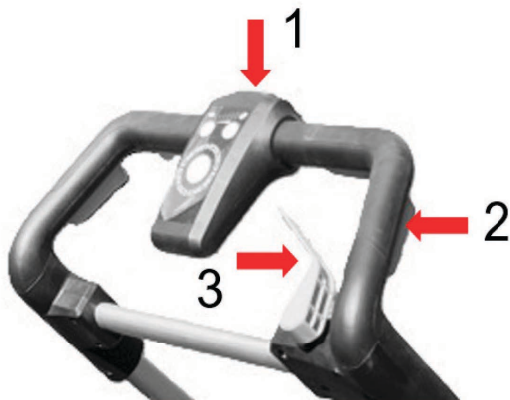

Рис. 17
1. Нажмите и удерживайте кнопку разблокировки клавиш пуска/остановки (Поз 1, Рис.17).
2. Удерживая кнопку разблокировки, нажмите на одну из четырёх клавиш пуска/остановки (Поз.2. Рис. 17). Нож газонокосилки начнёт вращение. После запуска, кнопку разблокировки (Поз 1, Рис.17) можно отпустить, и продолжать работу, удерживая только клавишу пуска/остановки (Поз.2. Рис. 17).
3. Для включения привода колёс (только для модели BL 4046BT2S), переведите рычаг привода (поз.3, рис. 17) вправо, прижав его к рукоятке управления (рис. 1). Газонокосилка начнёт движение.